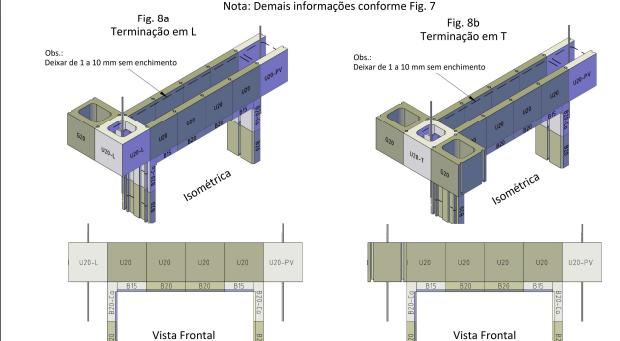

Fig. 9
3) Vide Verga nas Figs. 9 e 10.